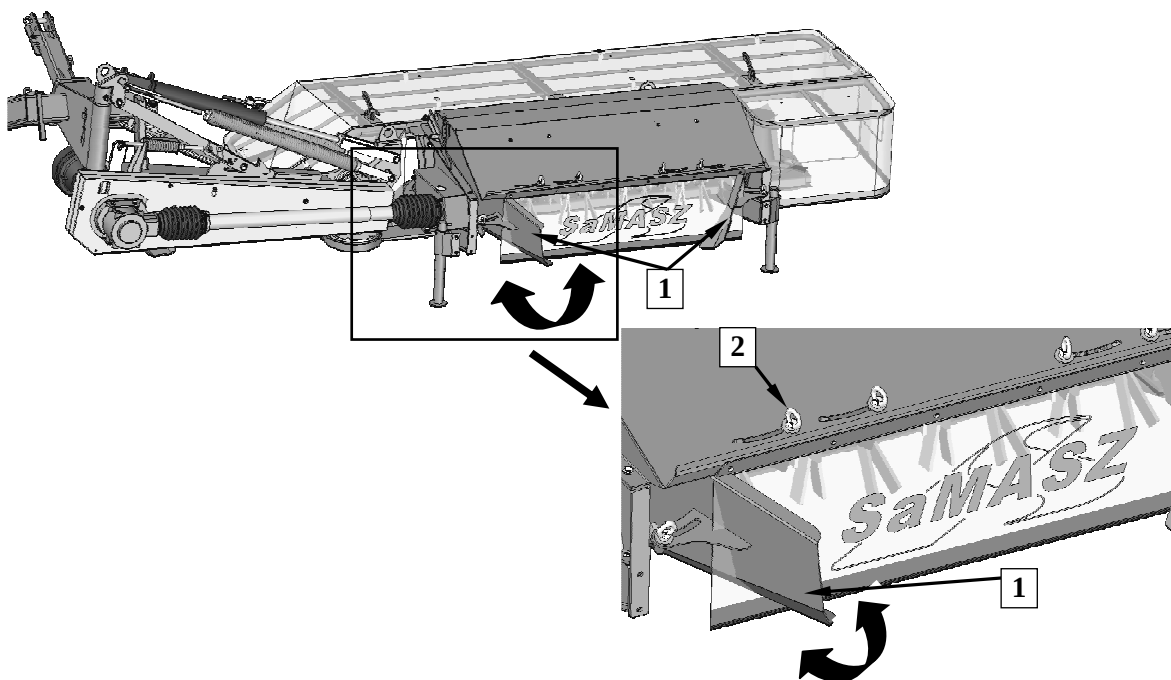

Рис. 20. Регулировка скребков покоса: 1- скребок покоса, 2 – регулировочный болт, 3 - рулевое колесо покоса
С целью установки ширины покоса следует совершить регулировку скребков покоса (1) (Рис. 20) (касается: KDT 220 S, KDT 260 S/SL):
- ❑ травить болт с петлей (2) скребка покоса,
- ❑ установить скребок покоса (1) в зависимости от требования,
- ❑ докрутить болт (2),
- ❑ равномерное раскладывание покоса можно регулировать рулевыми колесами (3) аналогичным образом как регулируются скребки.